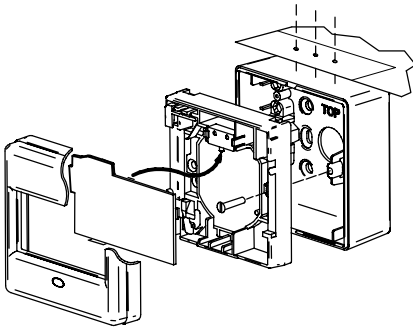
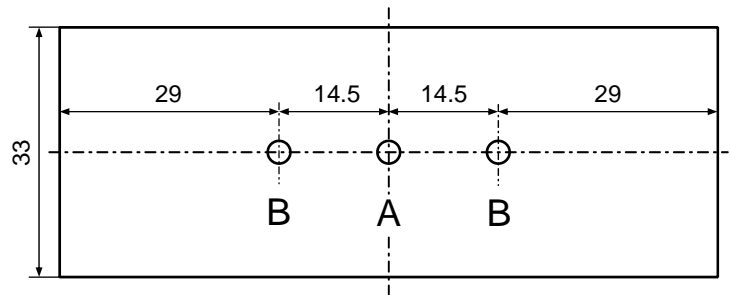
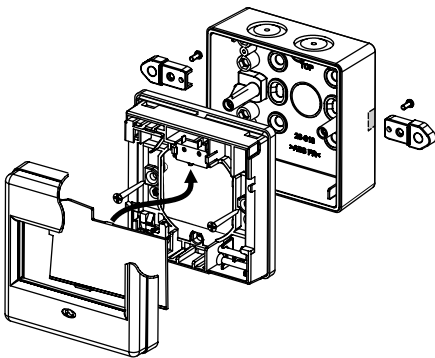

Fig. 3: FDM225-xx
Fig. 4
Fig. 5: FDM226-xx
If you are using a back box, you will need to work out the positions of the cable entries. If these are at the top or bottom, you will need to use the drilling template for this purpose (Fig. 3 and Fig. 4).
The back box has plastic knock-outs for cable glands at the top and bottom (Fig. 5).
5. Attach the switching unit to the back box. On the FDM225, the required screws are located underneath the cover (Fig. 3). In the case of the FDM226, they are enclosed (Fig. 5).
6. Assemble the manual call point (Fig. 3 and Fig. 5).
Falls Sie einen Gehäuseboden verwenden, müssen Sie die Positionen der Zuleitungsöffnungen bestimmen. Sind die Zuleitungsöffnungen oben oder unten, müssen Sie die Löcher mit Hilfe der Bohrschablone (Fig. 3 und Fig. 4) festlegen.
Der Gehäuseboden hat oben und unten ausbrechbare Kunststoffteile für Kabelverschraubungen (Fig. 5).
5. Befestigen Sie den Schaltungseinsatz im Gehäuseboden. Die erforderlichen Schrauben befinden sich beim FDM225 unter der Abdeckung (Fig. 3) und beim FDM226 sind sie beigelegt (Fig. 5).
6. Bauen Sie den Handfeuermelder zusammen (Fig. 3 und Fig. 5).
Si vous utilisez un fond de boîtier, vous devez déterminer les positions des orifices des câbles d'alimentation. Si ceux-ci sont en haut ou en bas, vous devez déterminer les trous à l'aide du gabarit de perçage (Fig. 3 et Fig. 4).
Le boîtier arrière est équipé en haut et en bas de pièces en plastique amovibles pour les presse-étoupes (Fig. 5).
5. Fixez l'unité de commutation sur le boîtier arrière. Pour le FDM225, les vis requises se trouvent sous le cache (Fig. 3) et sont jointes avec le FDM226 (Fig. 5).
6. Remontez le déclencheur manuel (Fig. 3 et Fig. 5).
Si utiliza una carcasa, deberá determinar las posiciones de las aberturas para las líneas de alimentación. Si las aberturas para las líneas de alimentación se encuentran en la parte superior o inferior, dichas aberturas deberán determinarse utilizando la plantilla (Fig. 3 y Fig. 4).
El fondo de la carcasa tiene arriba y abajo piezas de plástico desmontables para prensaestopas para cable (Fig. 5).